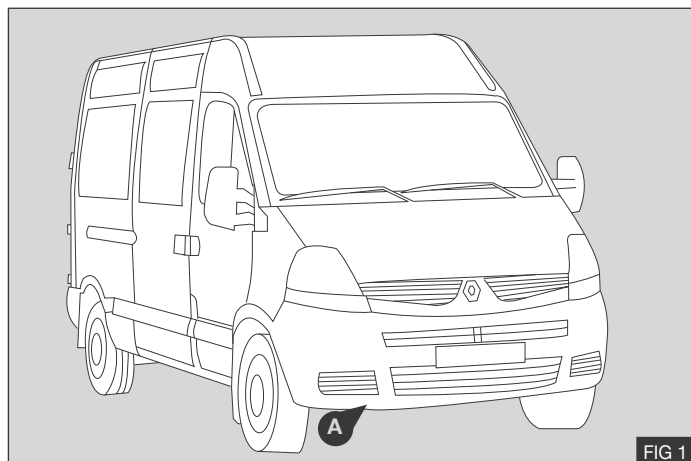

FIG 1
1. Quite el panel inferior **(A)** - Fig 1.